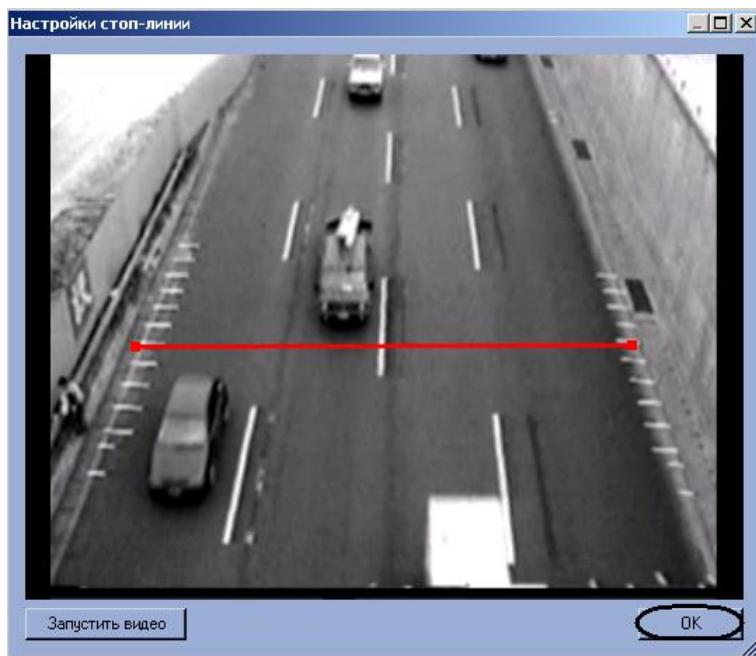

Рис. 7.2—33 Задание стоп-линии
4.3 Задать стоп-линию. Для этого требуется навести курсор мыши на один из краев дороги, нажать левую клавишу мыши и, не отпуская левой клавиши мыши, сместить курсор на другой край дороги в кадре видеозображения (см. Рис. 7.2—33).